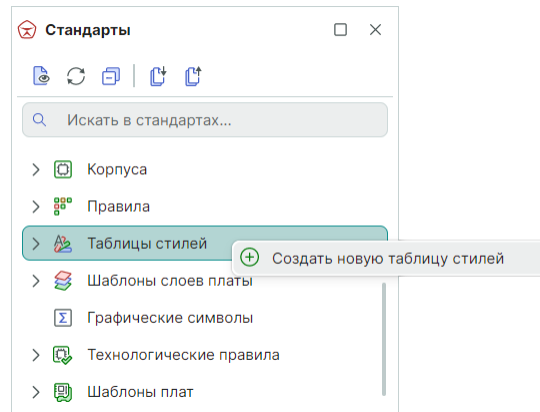

Рис. 129 Создание новой таблицы стилей
2. Вызовите контекстное меню для узла «Таблицы стилей» и выберите пункт «Создать новую таблицу стилей», см. Рис. 129.